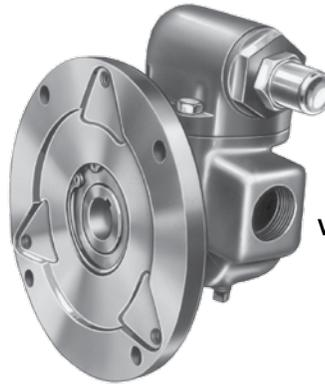

FIGURA 4
6. **REMOVA O SELO MECÂNICO OU A ARRUELA DE VEDAÇÃO.** (Veja a Figura 4.) Remova o anel de pressão do estojo das duas bombas menores (tamanhos G e GG) e a vedação completa poderá ser removido da grande extremidade com flange do estojo.